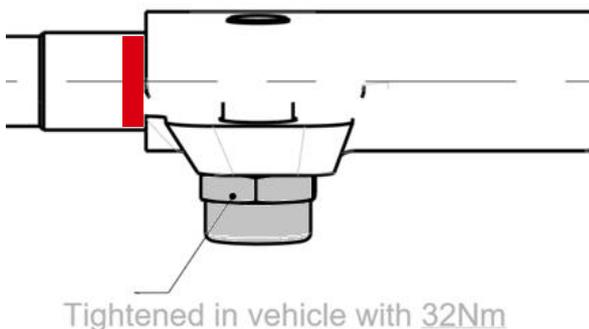

Abb. 3: Sechskantklemmschraube (2)
2. Markieren Sie die Position des alten äußeren Winkelgelenks (1) auf dem Gewinde der Spurstange (4) (siehe Abb. 3, rote Position).
3. Die Mutter (3) des äußeren Winkelgelenks (1) nach Angaben des Fahrzeugherstellers abschrauben.
4. Halten Sie die Spurstange (4) mit einem Schraubenschlüssel fest und schrauben Sie die Klemmschraube (2) am äußeren Winkelgelenk (1) heraus.
5. Montieren Sie das äußere Winkelgelenk (1) mit der Hand von der Spurstange (4) ab.
6. Montieren Sie das **neue Winkelgelenk** (1) inkl. der Sechskantklemmschraube (2) an der Spurstange (4) von Hand bis zur markierten roten Position.